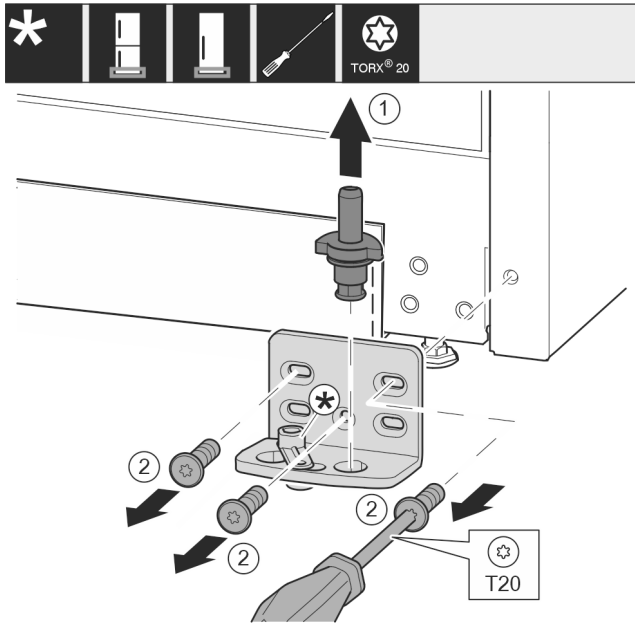

Fig. 12
- ▶ Izvucite svornjak ležaja Fig. 12 (1) potpuno prema gore.
- ▶ Odvijačem odvrnite vijke Fig. 12 (2) i skinite podložak ležaja.